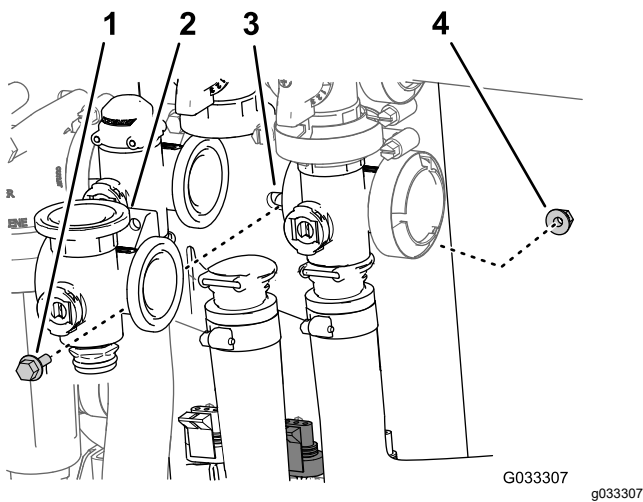

Figura 70
3. Retire o parafuso de cabeça flangeada e a porca flangeada que prendem a válvula de agitação à montagem da válvula e retire o coletor da válvula da máquina (Figura 70).